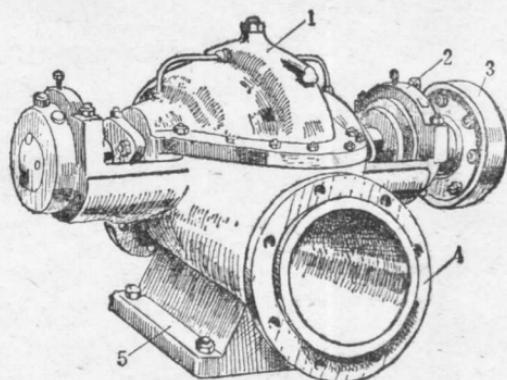

图 1-2 Sh型泵外形
(2) Sh(S)型泵 Sh型泵是单级双吸水平中开式离心泵，如图1-2所示。它的特点是：扬程较高，流量较BA型泵为大，因为泵盖可以随时掀开，所以检修比较方便。它适合于丘陵、高原中等面积的灌区使用。但是其体积较大、比较笨重，所以固定使用比较合适。